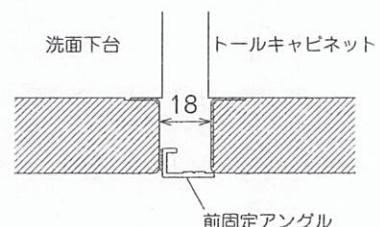

図10-4-6
⑤洗面下台とトールキャビネットの間にエンドパネルを取り付ける場合は、トールキャビネット用台輪に付属の前固定アングルを取付けてください。(図10-4-6)